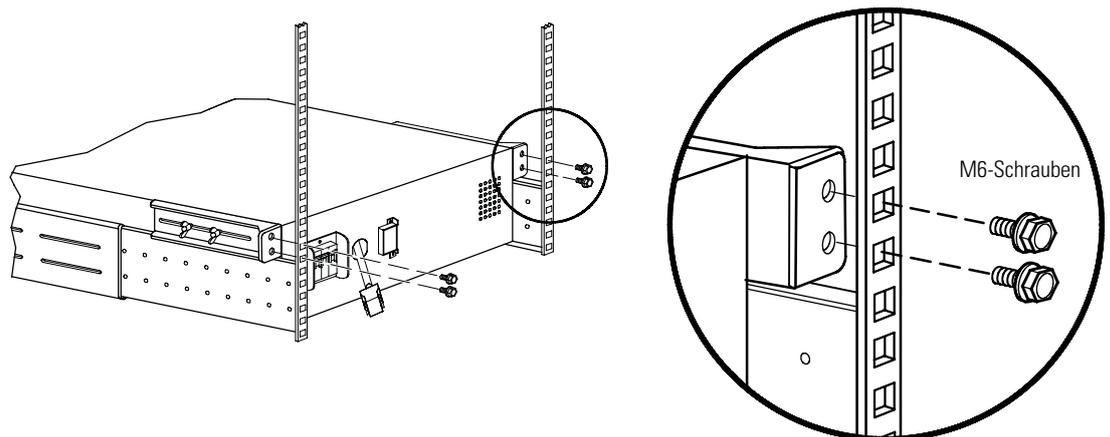

Abbildung 10. Befestigen der optionalen erschütterungsfreien EBM-Montagehalterungen
16. Sind die optionalen erschütterungsfreien Montagehalterungen eingebaut, die Halterungen des EBMs am Gestell mit vier M6-Metallschrauben, wie in Abbildung 10 gezeigt, befestigen.